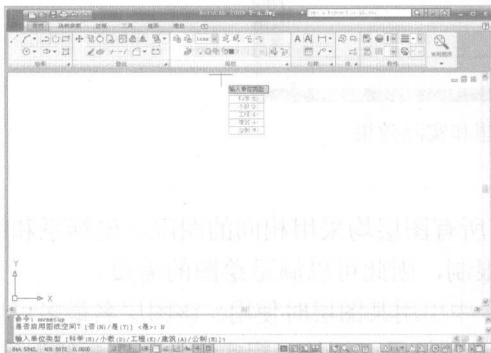
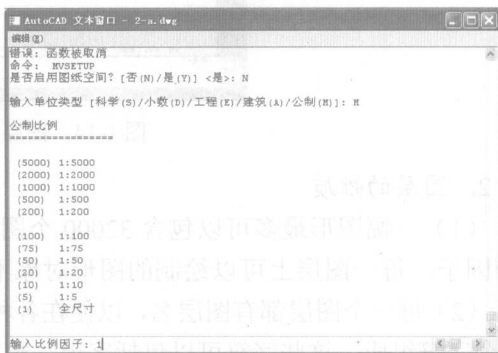

图 1-10 选择单位类型
图 1-11 输入绘图比例
(2) 系统提示输入单位类型，根据需求选择绘图时所用的单位类型（如公制 M），如图 1-10 所示；在弹出的如图 1-11 所示的文本窗口中输入绘图时需要的比例大小（如比例因子为 1）。